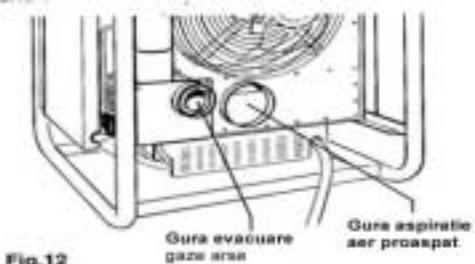

Fig.12
7.4. Alegeti in interiorul incaperii punctele de aspirare –evacuare, tinand cont ca aparatul BIG FOX dispune de gauri separate de intrare aer si iesire fum (fig. 12);